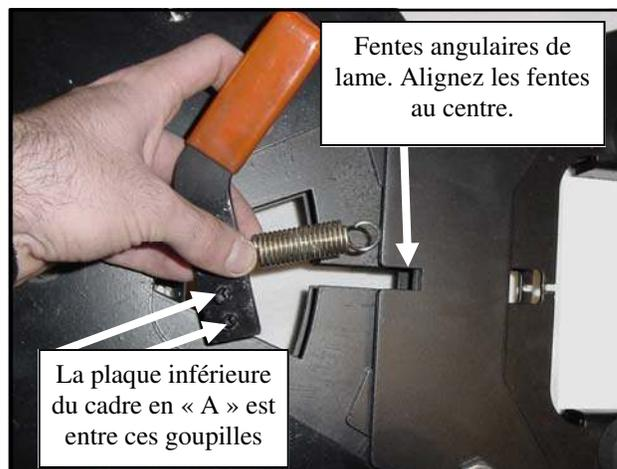

Fig. 7.4—Poignée angulaire de lame correctement orientée
7.4 Installez la poignée angulaire de lame. Pour faciliter l'installation, orientez le cadre en « A » comme illustré à la figure 7.4, en alignant la fente angulaire de la lame du cadre de bascule avec la fente angulaire du cadre en « A » dans la position centrale. Orientez la poignée angulaire de lame de manière à ce que le ressort et la poignée pointent à l'opposé du verso (voir la figure 7.4).
7.5 Comme illustré aux figures 7.4 et 7.5, glissez la poignée angulaire de lame et le ressort dans la fente angulaire de la lame, en vous assurant de saisir la plaque du cadre en « A » entre les goupilles cylindriques de la poignée angulaire.